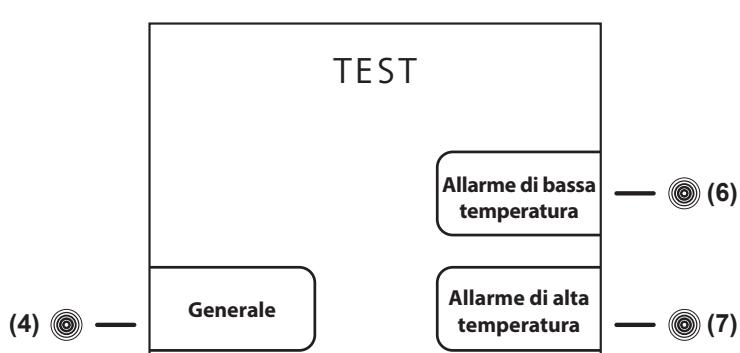

Fig.14
- premere il tasto **touch (6)** dal menù principale. Si apre la schermata TEST (Fig.14)
- premere il tasto **touch (4)** dalla schermata TEST (**Fig.14**) per attivare il test GENERALE. Attraverso questa procedura si verifica il corretto funzionamento della batteria. Il buzzer suona per tutta la durata del Test (6 secondi). Se il Test viene superato, sul display comparirà la dicitura TEST OK, altrimenti il display si spegnerà dopo pochi secondi e si riaccenderà automaticamente. Finito il test il display visualizzerà la schermata principale.
- premere il tasto **touch (6)** dalla schermata TEST (**Fig.14**) per attivare il test ALLARME DI BASSA TEMPERATURA. La visualizzazione della temperatura cessa decrementa e quando raggiunge la soglia di allarme si attiva il buzzer e a display viene data la segnalazione di Allarme bassa temperatura. Premendo il Pulsante **ESC (11)** il test si arresta e si torna alla schermata principale.
- premere il tasto **touch (7)** dalla schermata TEST (**Fig.14**) per attivare il test ALLARME DI ALTA TEMPERATURA. La visualizzazione della temperatura cessa incrementa e quando raggiunge la soglia di allarme si attiva il buzzer, a display viene data la segnalazione di Allarme alta temperatura. Premendo il Pulsante **ESC (11)** il test si arresta e si torna alla schermata principale.